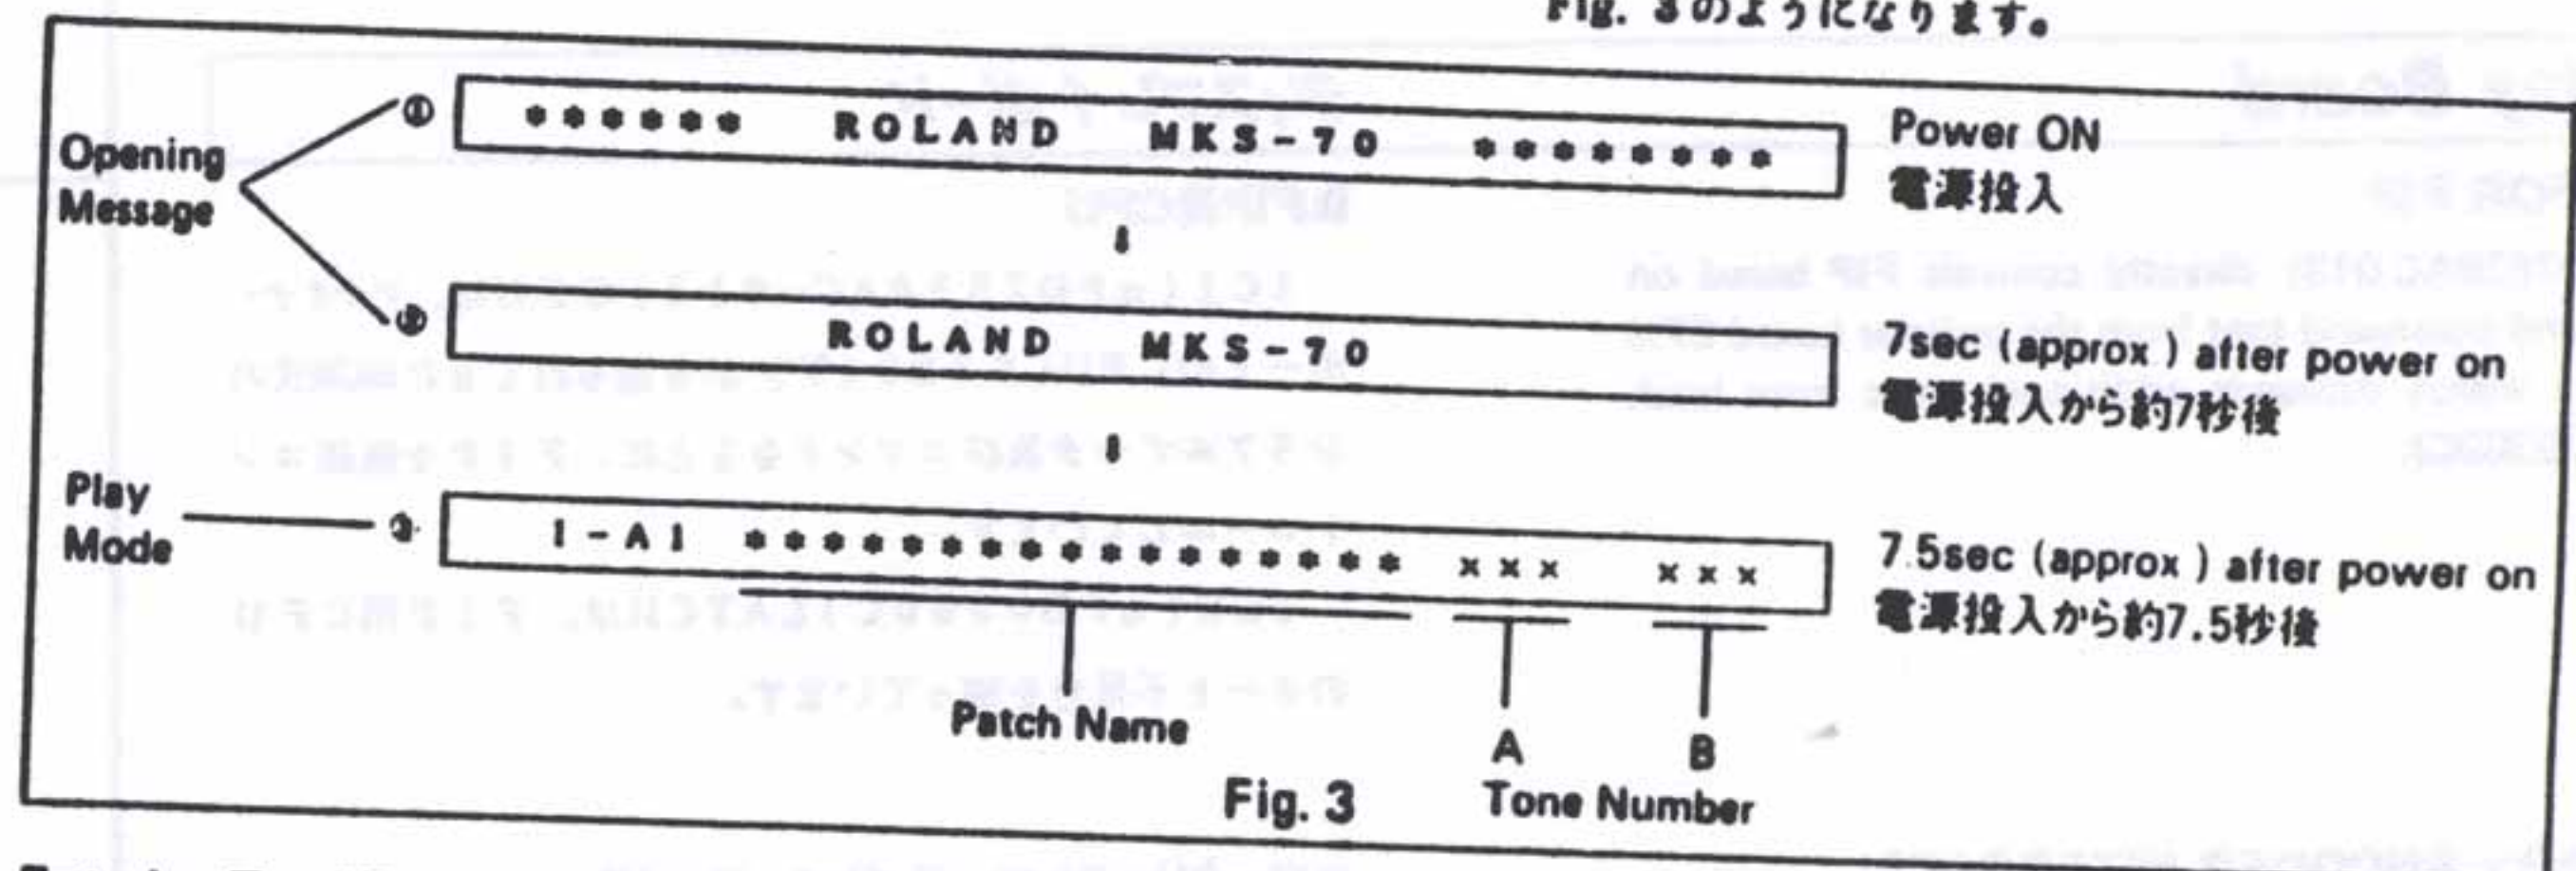

Fig. 3
Enter this mode whenever the unit stays on one of the messages, 1 - 3, shown in Fig. 3 and won't step to the next message after power-up. This test mode checks whether the assigner board is intact or not.
電源を投入したときに MKS-70 が Fig. 3 ①、②、③のいずれかを表示したままで次の動作へ進まない場合、本テストモードを用いることにより、アサイン部のみ動作が可能か不可能かを調べるすることができます。「通常の電源投入時、モジュール CPU はまず自身が管理する各チップを点検し、パラメータの補正や調整を行なった後、準備完了信号をアサイン CPU へ送ります。2個のモジュール CPU (A及びB側) からこの信号が送られてこないアサイン CPU はハングアップしてしまいます。このテストモードはモジュール CPU から準備完了信号を受け取らなくてもアサイン CPU が次の動作を行なえるようにするものです。」通常の電源投入時、正常のディスプレイ表示進行は Fig. 3 のようになります。
Press and hold PARAM and switch the power on. The display will show patch name (see Fig. 3).